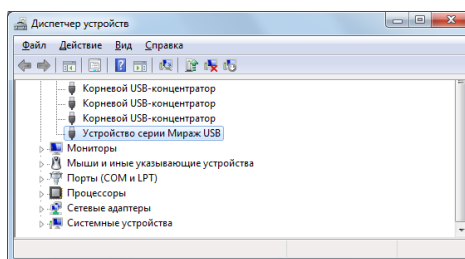

Рис. 5.9. Отображение устройства с установленным USB-драйвером
7. По окончании установки откроется окно с уведомлением о том, что драйвер установлен. Нажмите в нем кнопку *Заккрыть*. После установки драйвера в окне *Диспетчер устройств* появится строка *Устройство серии Мираж USB* (рис. 5.9).